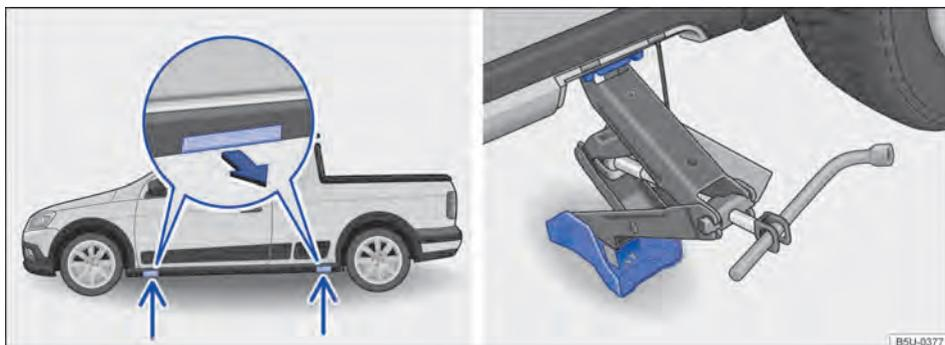

Fig. 171 Pontos de apoio do macaco e macaco posicionado no lado esquerdo traseiro do veículo - veículos com soleiras externas.
O macaco somente pode ser posicionado nos pontos de apoio indicados (cobertura removível) → Fig. 171. É válido o ponto de apoio localizado próximo à roda correspondente → ⚠️.
7. Desencaixar a cobertura de acesso ao ponto de apoio do macaco, no sentido da seta → Fig. 171.
9. Garantir que a base do macaco, com toda sua superfície, esteja sobre o chão e que a base se encontre perpendicularmente abaixo do ponto de colocação → Fig. 171.
10. Alinhar o macaco e, simultaneamente, levantar a garra do macaco até ela se encaixar na travessa debaixo do veículo → Fig. 171.
- Posicionar o macaco somente nos pontos indicados. A garra do macaco deve se encaixar no perfil da longarina de forma segura → Fig. 171.